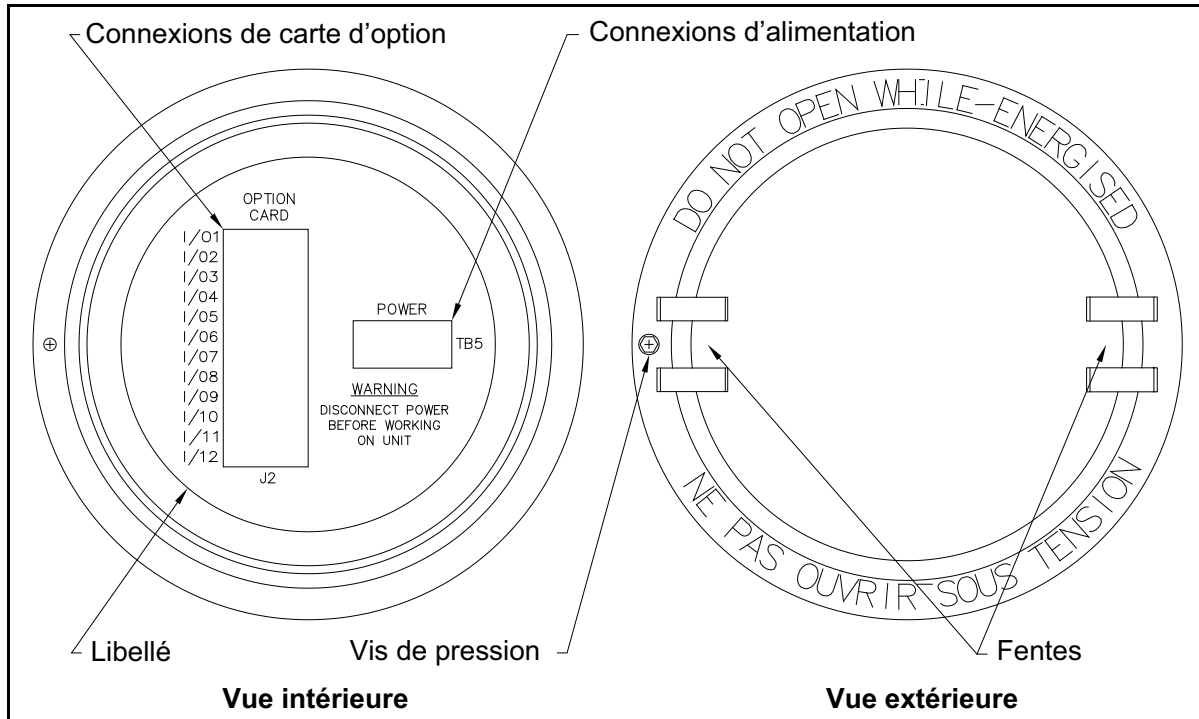

Figure 3: Cache arrière avec étiquettes de raccordement
Reportez-vous à la *Figure 3* à la page 6 et préparez le modèle XMT868i au câblage en procédant comme suit :
3. Repérez l'emplacement du bornier à 12 broches (**J2**) sur la Figure 10 à la page 23, et câblez la carte d'option comme indiqué sur l'étiquette située à l'intérieur du cache arrière (reportez-vous à la *Figure 3 à la page 6* et à la *Figure 11 à la page 24*). Fixez le serre-câble.